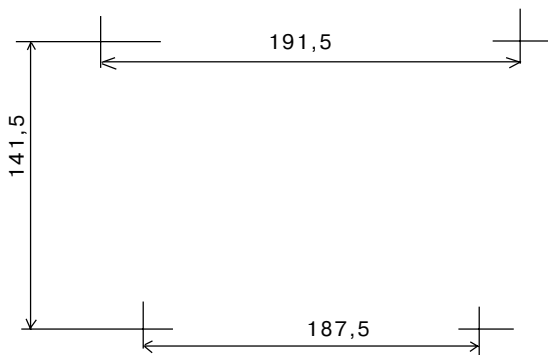

Рис. 16 Схема разметки для установки БРВ-А
- произведите разметку согласно чертежу, приведенному на рис. 16;